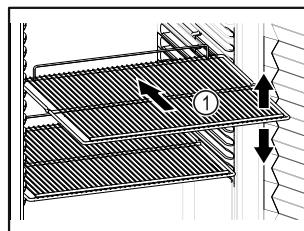

Fig. 40 Примерно изображение
- Ако стелажите за съхранение Fig. 40 (1) могат да се местят, регулирайте ги според височината.